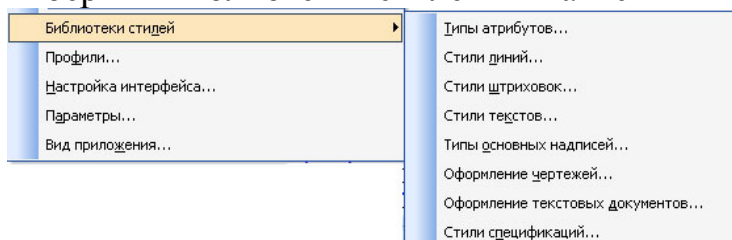

Рисунок 2.4 Пункт головного меню «сервис» - «библиотеки стилей»
7. Для встановлення текстового стилю зайдіть в пункт меню Сервис, виберіть Библиотеки стилей і натисніть підпункт Стили текстов (рис. 2.4)